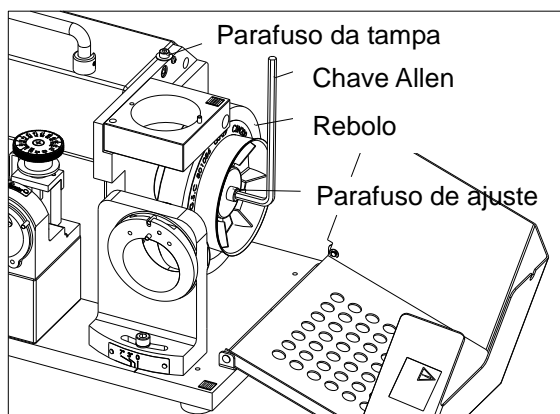

Fig. 20
- 3) Solte o parafuso para abrir a tampa com uma chave Allen 3MM Allen conforme direção mostrada na etiqueta, substitua o rebolo, e reinstale todas as peças na ordem. (Fig. 20 e 21)